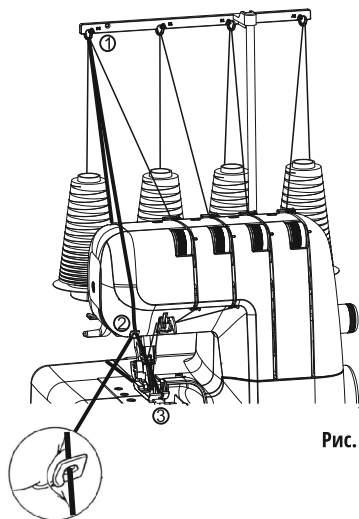

Рис. 1
1. Установите направитель шнура (рис. 1).